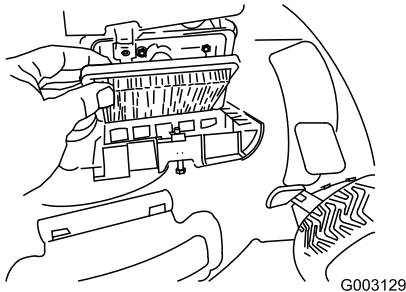

Figure 35
3. Cambie el filtro de aire (Figure 35).